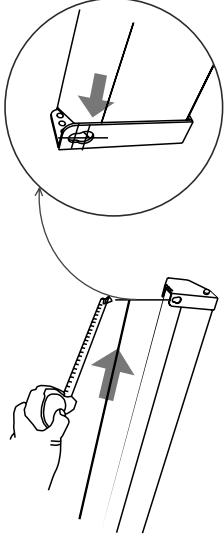
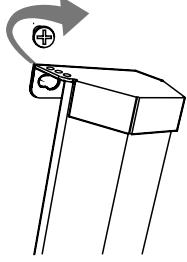

Рис. 1
Рис. 2
- Подвешивание на стену: замерьте расстояние между петлями на корпусе, как показано на рис. 1. Прикрепите шурупы соответствующего диаметра к стене с учетом высоты экрана, подвесьте экран крепежными петлями на шурулы, как показано на рис. 2.